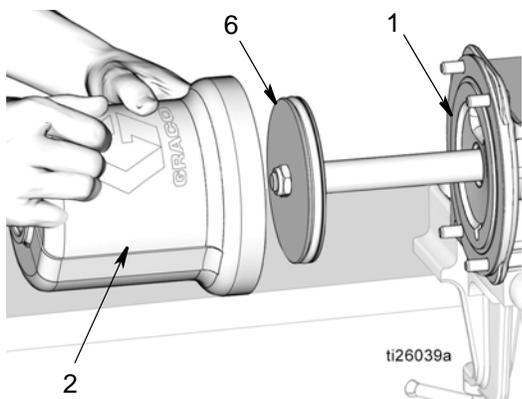

图 50
- a. 使用干净的布擦拭气缸 (2) 的内部，除去任何脏污或污染物。
- b. 在气缸 (2) 的内表面涂抹薄薄一层滑脂。滑动气缸 (2) 在活塞 (6) 上，完全向下推，直至其牢牢就位于泵底座 (1) 上。参见 图 50。